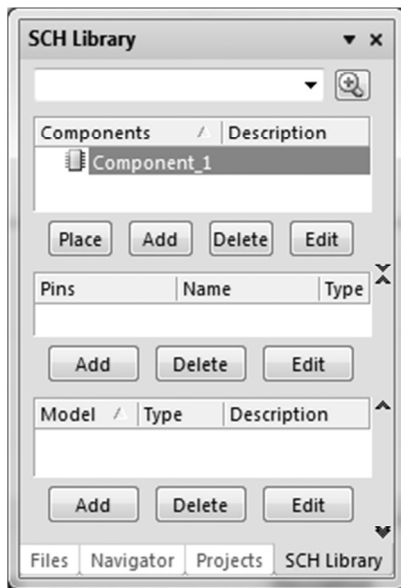

Рис. 2.2. Панель SCH Library
1. Выберите *Component_1* из списка компонентов в панели **SCH Library** (рис. 2.2) и выполните команду **Tools** – **Rename Component**. Напишите новое имя компонента, которое позволит идентифицировать